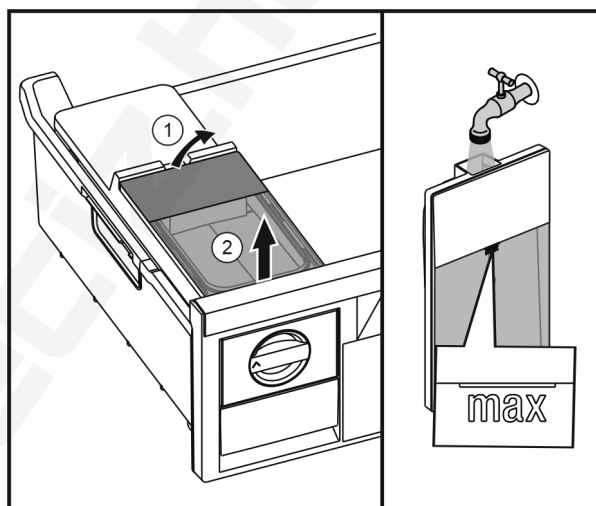

Fig. 45
- Emelje meg hátulról a víztartályt Fig. 45 (1), és felfelé vegye ki Fig. 45 (2).